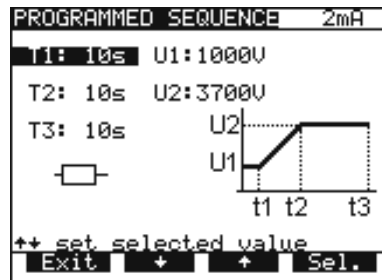

Abb. 12 – Zeitgeber (Timer) T1 wurde ausgewählt, Wert ändern mit Tasten ↑ oder ↓
- Mit der Taste **U/T** können Sie die Spannungs- und Zeitwerte verändern. Zeit **T2** ist der Zeitraum zwischen **t1** und **t2** und Zeit **T3** ist der Zeitraum zwischen **t2** und **t3**. (siehe Abb. 12). Es erscheint das folgende Menü zur Auswahl und Einstellung der Werte (siehe Abb. unten):